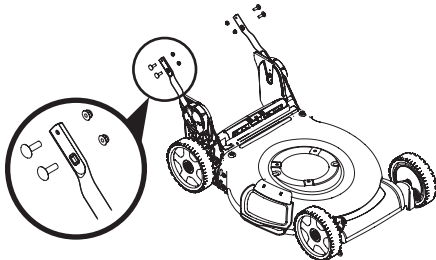

Figura 10
- Retire los cuatro pernos de carro y las tuercas de las manijas inferiores (Figura 10).